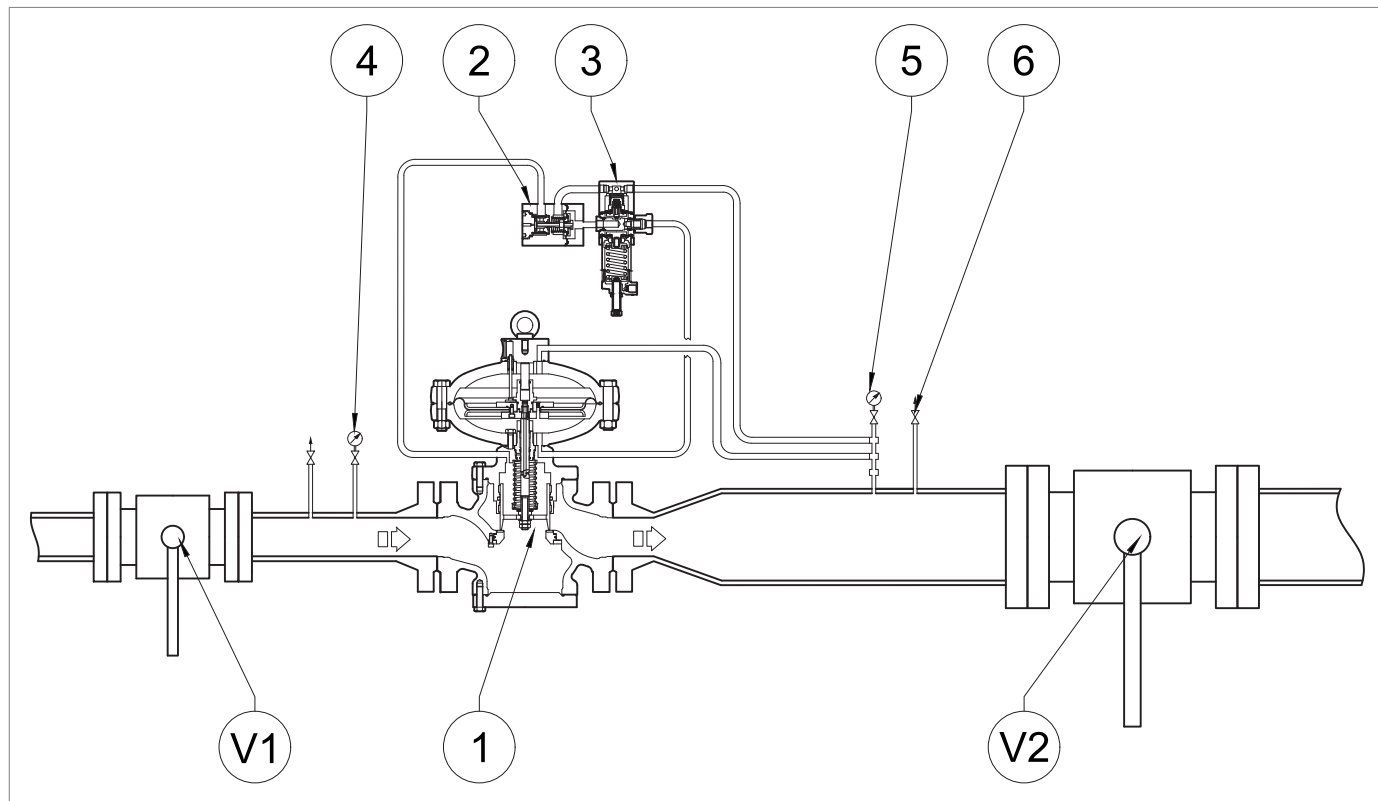

Fig. 8.29. Puesta en marcha del regulador
1	Aumente la presión aguas abajo hasta el valor de intervención de la válvula de bloqueo, actuando sobre el tornillo de ajuste (10) del piloto (2) del regulador principal (1), para comprobar la correcta calibración. ¡ATENCIÓN! Compruebe la presión consultando el manómetro (Fig. 8.29, ref. 5) situado aguas abajo del regulador principal. Si la válvula de bloqueo: • se dispara antes del valor de presión previsto: enrosque (en el sentido de las agujas del reloj) la tuerca anular de ajuste (13) para comprimir más el muelle (11); • no se dispara con el valor de presión previsto: desenrosque (en sentido contrario a las agujas del reloj) la tuerca anular de ajuste (13), para aliviar el muelle (11).
2	Reduzca la presión en la sección de aguas abajo abriendo el grifo de descarga (Fig. 8.29, ref. 6) para llevarla al valor de calibración del regulador principal.